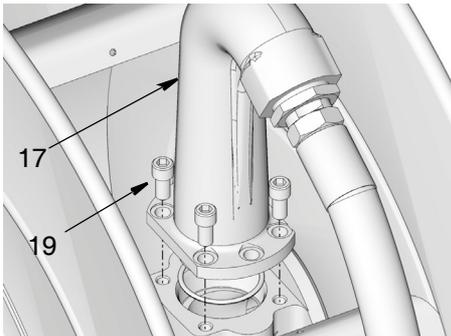

ABB. 34
2. Schrauben (19) und Auslass (17) von Trommel entfernen (ABB. 34).